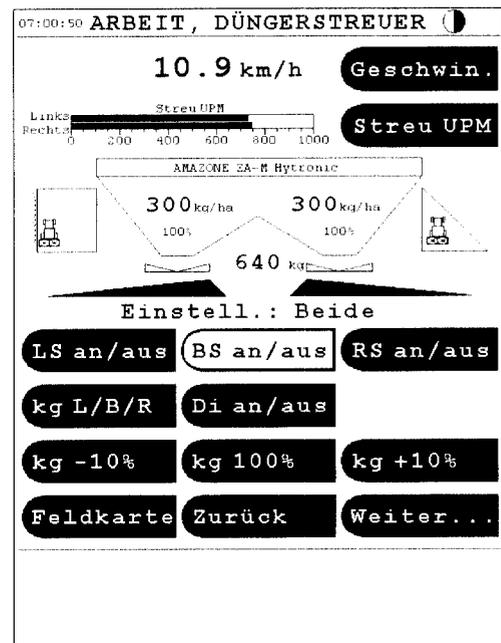

Fig. 10
- In das Arbeitsmenü wechseln (Fig. 10)